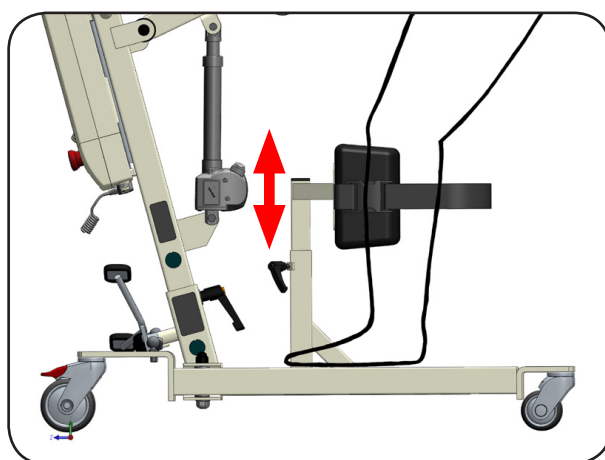

Abbildung 38
6. Führen Sie die Beine zusammen und fixieren Sie sie mit dem Wadengurt. Überprüfen und korrigieren Sie ggf. die Höhe der Schienbeinstütze. Die Oberkante der Schienbeinstütze soll knapp unterhalb der Knie Scheibe beginnen (Abbildung 38).